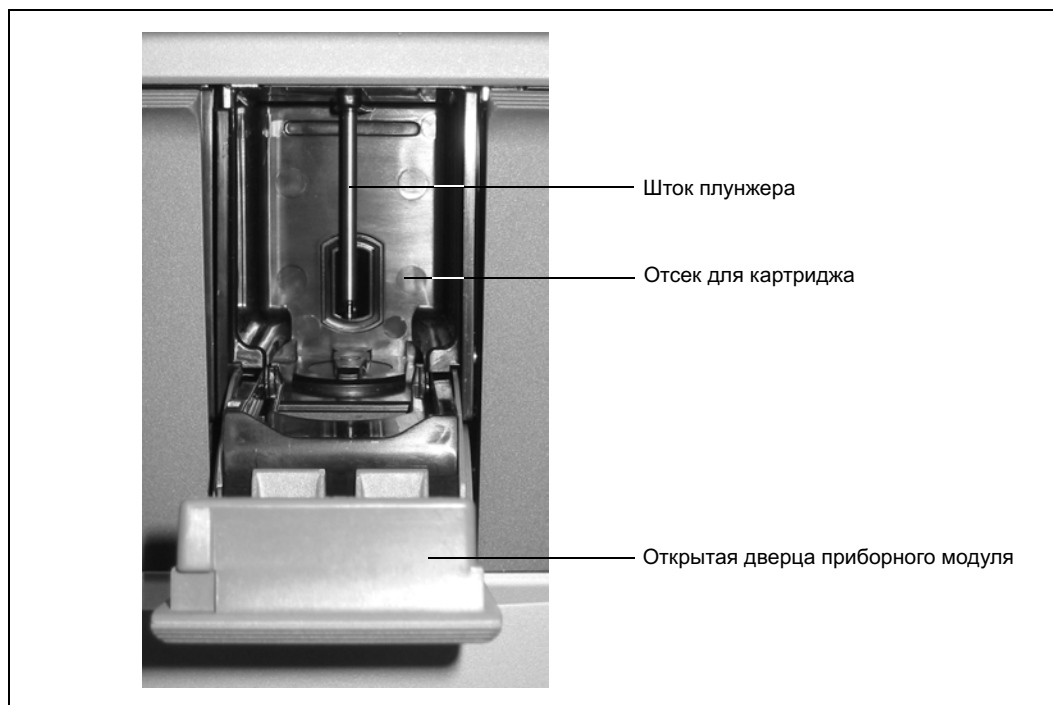

Рис. 9-3. Шток плунжера опущен в отсек для картриджа.
4. В таблице **Module** (Модуль) выберите очищаемый модуль, затем нажмите на кнопку **Clean** (Очистка). В диалоговом окне Plunger Maintenance (Обслуживание плунжера) кнопка Clean изменится на Move Up (Поднять плунжер). Шток плунжера выбранного модуля прибора опустится в отсек для картриджа (Рис. 9-3).